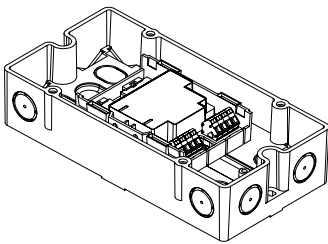

图 3
- 安装在控制器或开关柜外面：使用 FDCH221 保护盒(图 3)。
3. 用 2 个螺钉（M4）将保护盒固定在平整表面上（图 3）。
2. 用 2 个螺钉将模块固定在保护盒底部(图 3)。